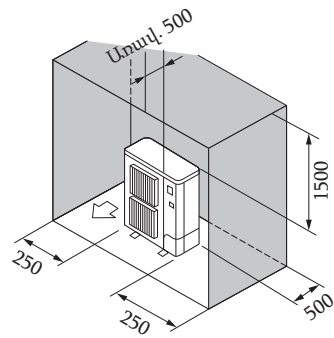

Fig. 2-8
- ⑥ Շրջապատող իրեր՝ միայն հետևի մասում, կողքերից և վերևից (Fig. 2-8)